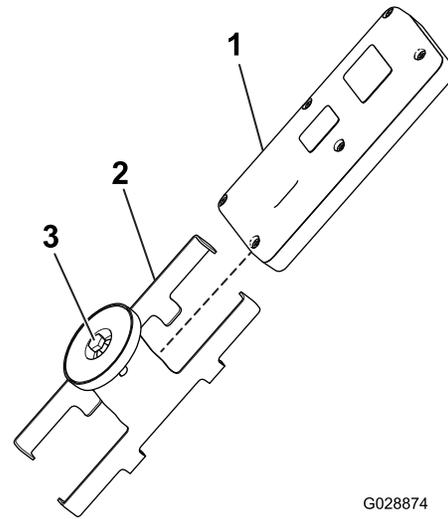

Bild 19
- Setzen Sie die Handfernbedienung in die magnetische Halterung für die Fernbedienung ein; schieben Sie die Hälften zusammen, um die Fernbedienung zu befestigen und ziehen Sie die Schraube im Magneten an (Bild 19).